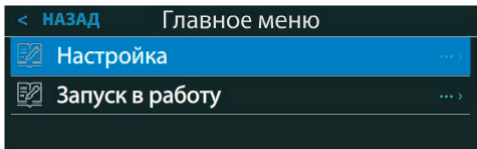

Рисунок 5 – Раздел «Настройка» меню управления кондиционером
- поднять автомат № 4 шкафа управления кондиционером, через 1 мин убедиться в наличии отображения меню (рисунок 5) на дисплее контроллера кондиционера. Контроллер управления кондиционером расположен на двери аппаратного или кондиционерного шкафа КСОД (в зависимости от типа изделия);